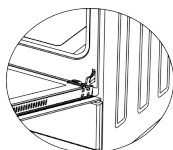

Figure 2.1
2. Observez attentivement les charnières de la porte pour y repérer des sortes de petits crochets. Ces petits crochets sont les languettes de verrouillage des charnières de la porte (figure 2.1).